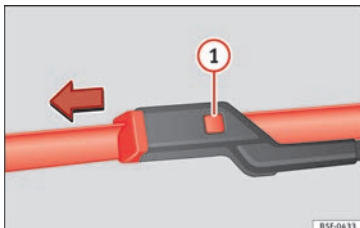

Fig. 81 Substituição das escovas do limpador para-brisas.
- Mantenha pressionado o botão de desbloqueio » **Fig. 81** **1** puxando ligeiramente pela escova no sentido da seta.